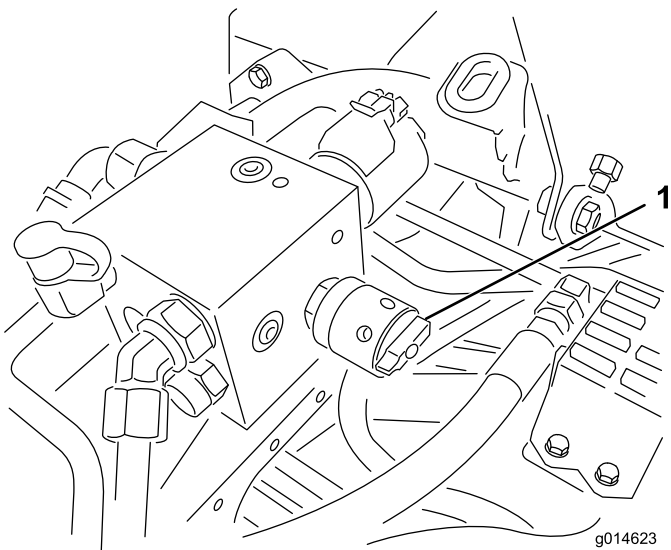

Figura 39
- 4. Para ajustar a velocidade dos cilindros, rode o manípulo (Figura 39) até que as setas indicadoras fiquem alinhadas com o número que designa o ajuste desejado.